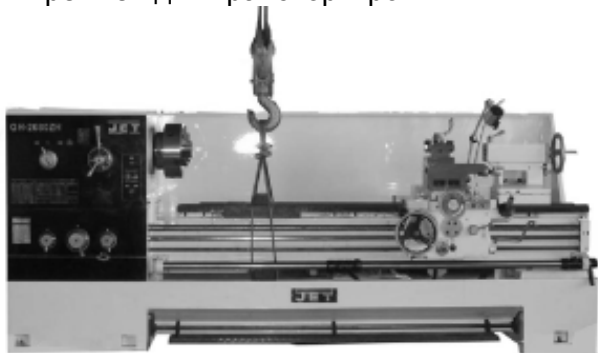

Рис. 3
Рис.3а
**ВНИМАНИЕ:** В транспортном положении продольный суппорт станка зафиксирован винтом! При подготовке станка к работе необходимо отвернуть фиксирующий винт (Рис.3а), во избежание повреждения шестерен.